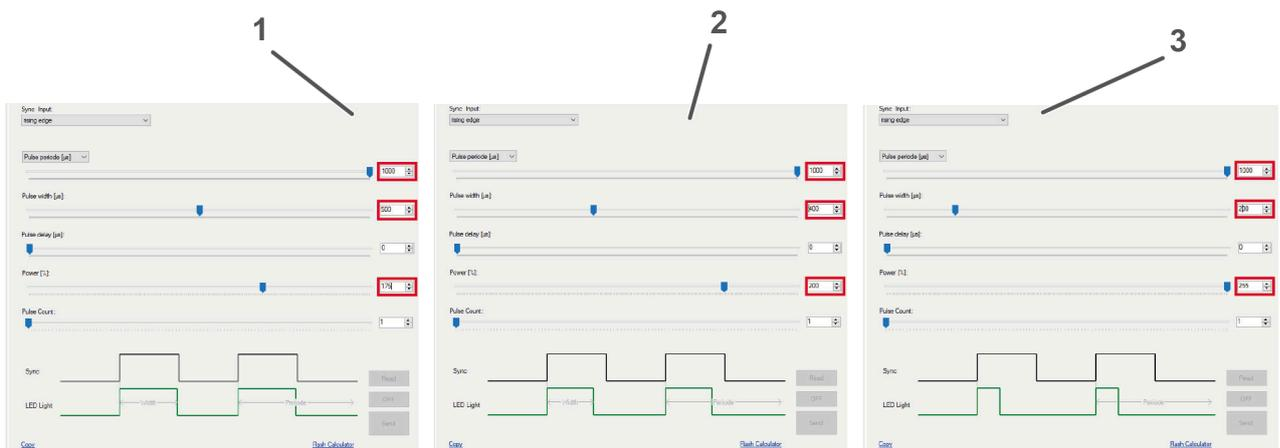

Abbildung 50: Einstellungen von Pulse Width, Pulse Periode und Power
- Pulse width [μ s] einstellen (Abbildung 50, Seite 59).
- | Das Verhältnis von Pulse width [μs] zu Puls periode [μs] muss zur eingestellten Intensität Power [%] passen (Abbildung 50, Seite 59).